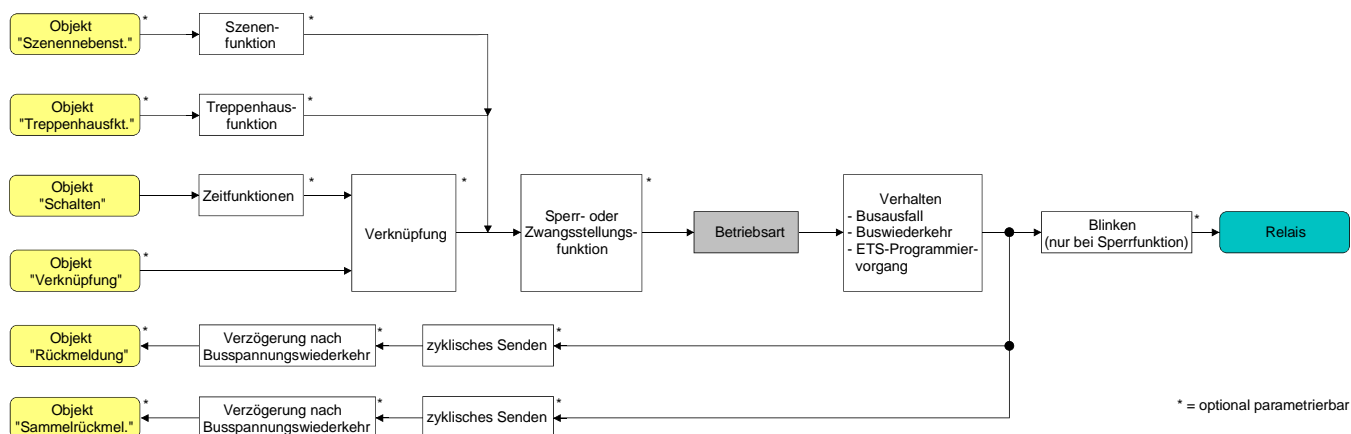

Fig. 6: Funktionsschaltbild "Betriebsart"
- i Der logische Schaltzustand ("ein - 1" oder "aus - 0") wird durch das Kommunikationsobjekt "schalten" eingestellt und durch die Funktionen beeinflusst, die optional aktiviert werden können (z. B. Zeit-/Treppenhausfunktionen, Verknüpfungen, Sperr-/Zwangsfunktionen, Szenen – vgl. Fig. 6).